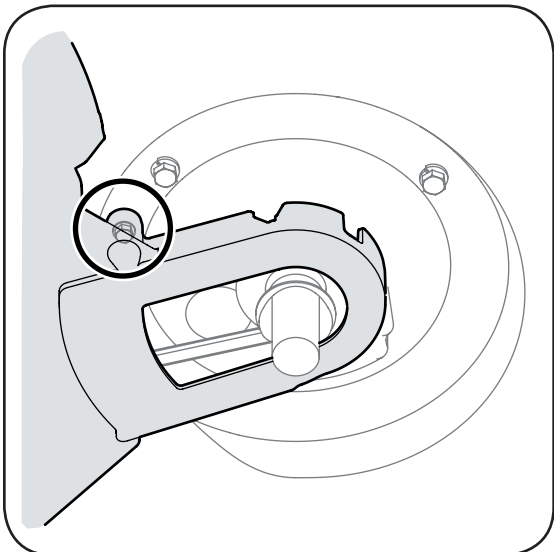

Figura 5-4: Afloje el tornillo que sujeta la trolva de la cubierta a la cubierta.
5. Afloje el tornillo autoroscante que asegura la tolva de la cubierta a la cubierta, Figura 5-4.